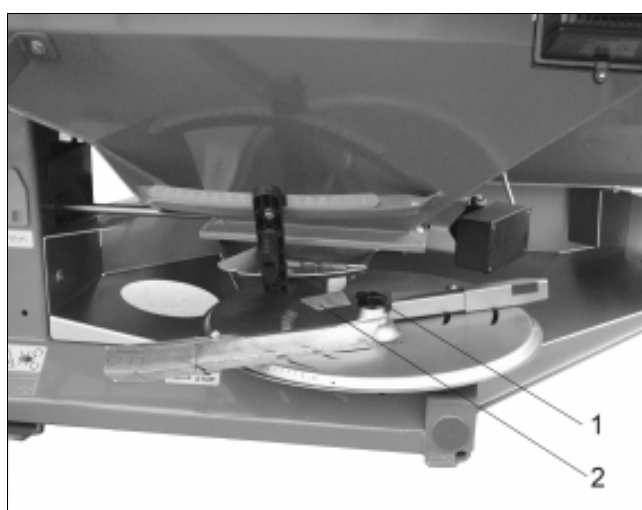

Fig. 28
- Vleugelmoer (Fig. 28/1) verwijderen.
Bij het monteren, de strooischotels "links" en "rechts" niet verwisselen. Strooischotels zijn dienovereenkomstig met een sticker Fig. 28/2) gekenmerkt.